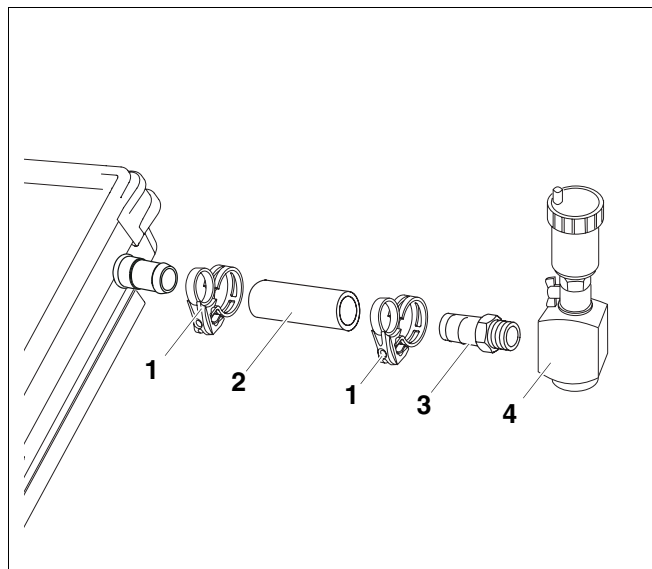

Fig. 45 Conectar el acumulador de aire con purgador a la impulsión
- ▶ Para la conexión de impulsión (conexión superior del último colector de la red hidráulica), es imprescindible que el tubo solar corto (fig. 45, **pos. 2**) esté montado en el colector con la abrazadera (fig. 45, **pos. 1**).
- ▶ Monte la boquilla portatubo adjunta (fig. 45, **pos. 3**) en el acumulador de aire (fig. 45, **pos. 4**).